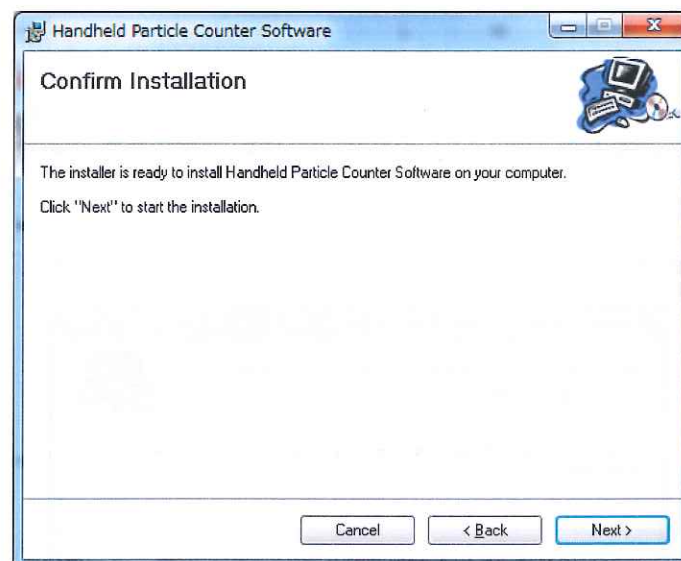

図 2-3
3) 次へ (Next) をクリックすると、図 2-3 の画面が表示されます：